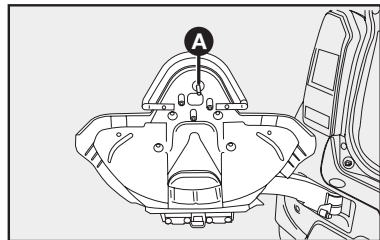
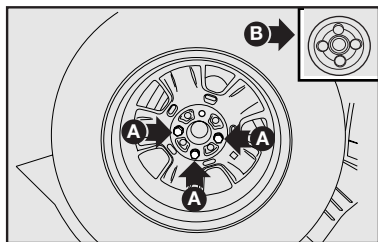

fig. 19
fig. 20
- Coloque la rueda de repuesto, encajando el perno **A-fig. 19** con el respectivo agujero y fíjela con los tres tornillos **A-fig. 20**.